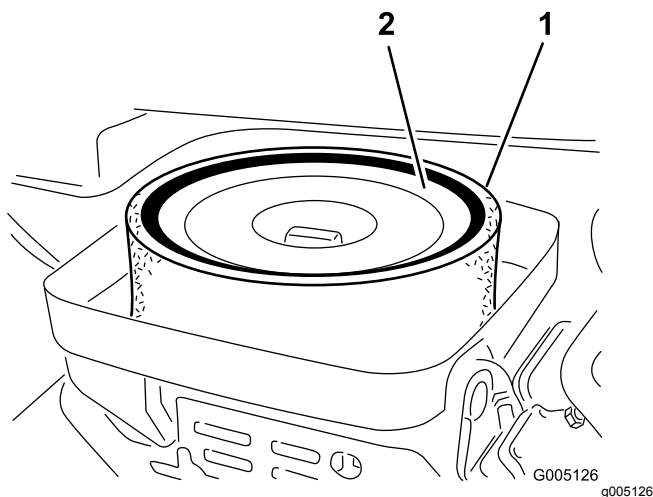

Figura 28
3. Togliete il dado ad alette che fissa gli elementi al corpo del filtro dell'aria (Figura 28).
4. Se l'elemento in schiuma sintetica è sporco, rimuovetelo dall'elemento di carta (Figura 28). Pulitelo accuratamente, come indicato di seguito: